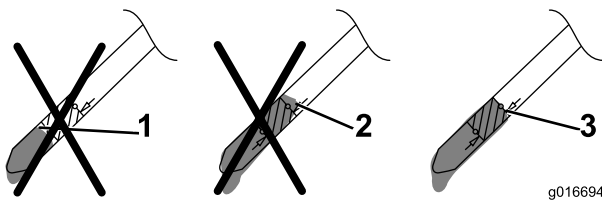

Figura 15
5. Retire a vareta e verifique o nível de óleo; consulte a Figura 15.